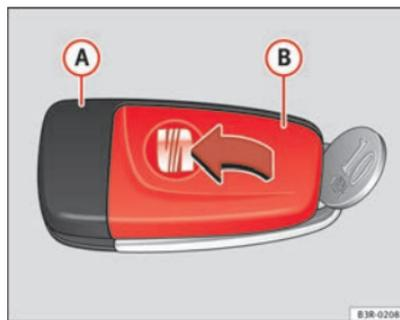

Abb. 69 Hauptschlüssel: Deckel öffnen
- Schlüsselteil ⇒ Abb. 69 **A** und Deckel **B** mit einer Münze **vorsichtig** auseinander hebeln.